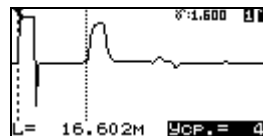

Рисунок 34
- **Усреднение**, кнопками \triangle , ∇ можно установить количество усреднений до 255 (рисунок 34).